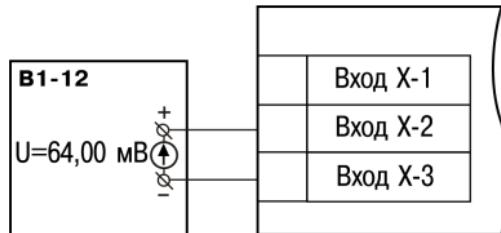

Рисунок 8.1 – Подключение источника постоянного напряжения
- Подключить к прибору источник постоянного напряжения классом точности не ниже 0,05 (например, прибор для поверки вольтметров В1-12), соблюдая полярность (рисунок 8.1).